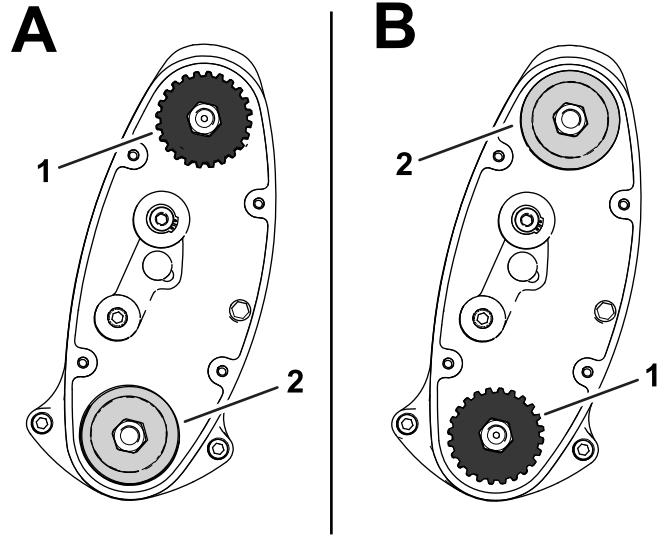

图 16
- **高位置** 图 16 中的“**A**”
- **低位置** 图 16 中的“**B**”